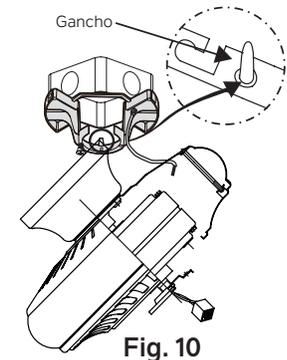

Fig. 10
Paso 2. Cuelgue el ventilador en el soporte de montaje en el techo insertando el gancho en el borde interior del soporte de montaje en el techo a través de uno de los orificios para tornillos en la cubierta del techo (Fig. 10). Esto le permitirá tener ambas manos libres para realizar las conexiones de cableado.